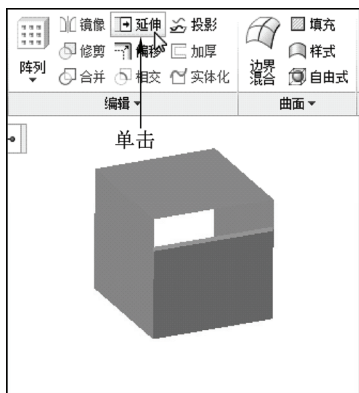

图 10-34 单击“延伸”按钮
STEP 03 在功能区选项板的“模型”选项卡中，单击“编辑”面板中的“延伸”按钮，如图 10-34 所示。